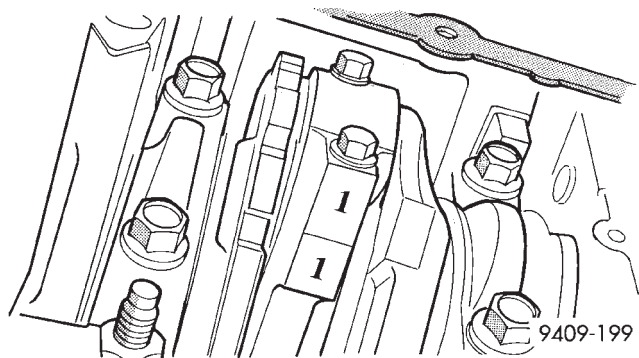

Fig. 115 Identificación de la biela en el cilindro
(2) Retire el colector de aceite. Escriba el número de cilindro en el lateral de la biela y tapa (Fig. 115) para identificación.